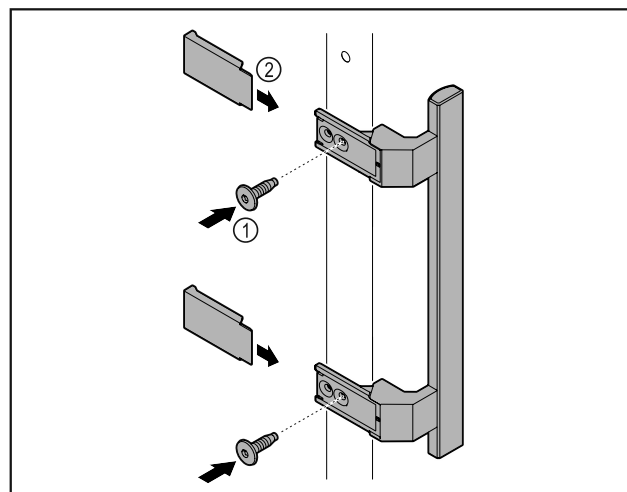

Fig. 7
- ▶ Pritvirtinkite rankeną iš priedų priedamais varžtais Fig. 7 (1) prie durų.
- ▶ Uždėkite dengiamąją plokštelę Fig. 7 (2).